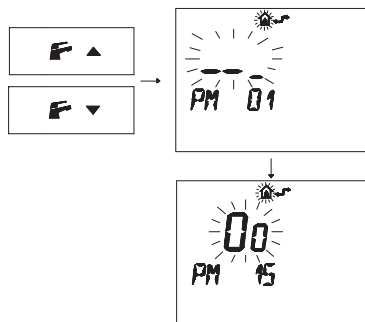

Figura 5.37
- Premere i pulsanti **F** ▲ o **F** ▼ per visualizzare la programmazione "PM15" abilitazione della sonda esterna (Figura 5.37).